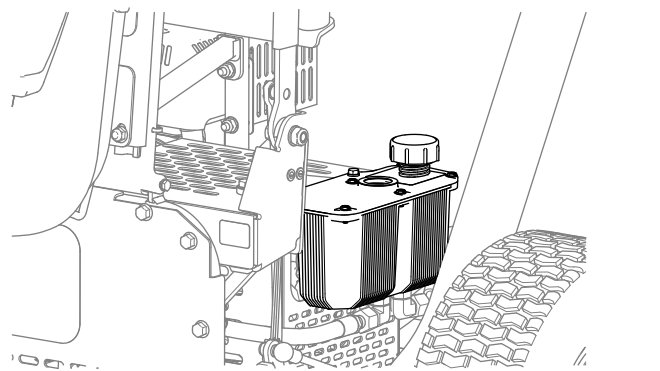

Figure 39
4. Remettez le bouchon du réservoir (Figure 39).
2. Enlevez le bouchon du réservoir hydraulique (Figure 39).